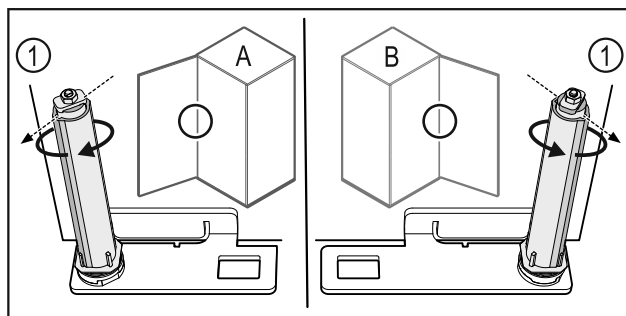

Fig. 61 Kreisais atbalsts (A) / labais atbalsts (B)
- Grieziet slēgšanas sistēmu pret pretestību, līdz slēgšanas sistēmas balstiņš Fig. 61 (1) ir vērsts uz augšu.